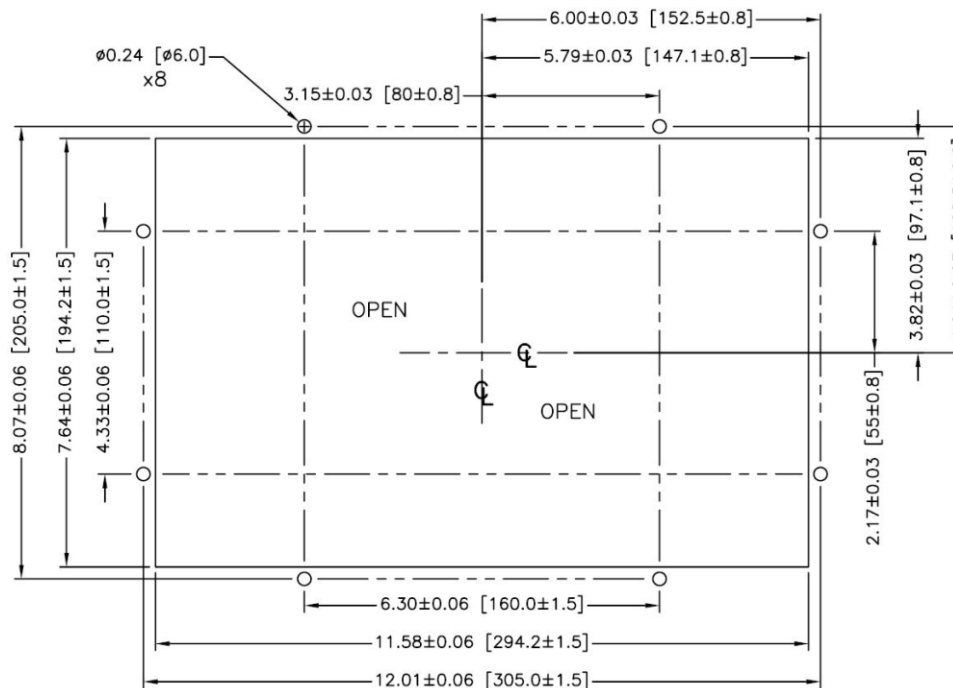

Figura 2-5: Dimensões de corte do painel
1. Recorte uma abertura no painel ou gabinete industrial conforme as dimensões de corte do painel indicadas na Figura 2-5 em polegadas e [mm].